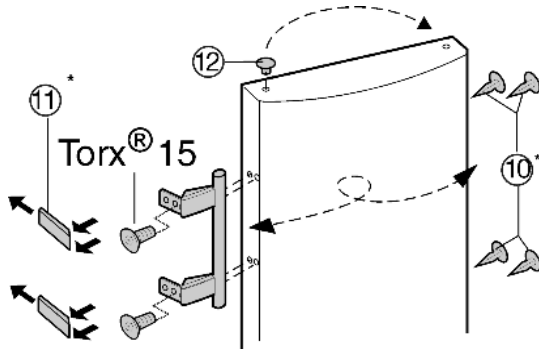

Fig. 8
- ▶ Stopfen Fig. 8 (12) aus der Türbuchse herausheben und umsetzen.
- ▶ Türgriff, Stopfen Fig. 8 (10) und Druckplatten Fig. 8 (11) abmontieren und auf die Gegenseite umsetzen.